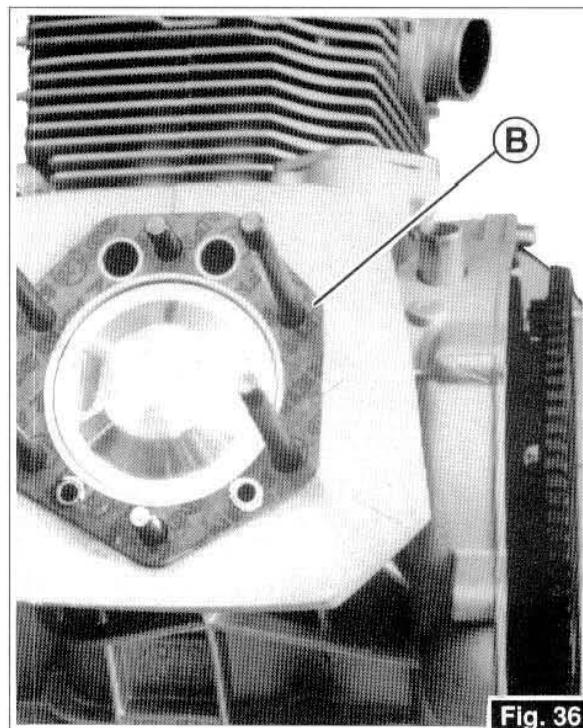

Fig. 36
- Retirez le joint «B» entre la culasse et le cylindre, et ôtez le cylindre (Fig. 36, 37 et 38).
- *Die Dichtung «B» zwischen Kopf und Zylinder abnehmen, dann den Zylinder (Abb. 36, 37 und 38) abnehmen.*